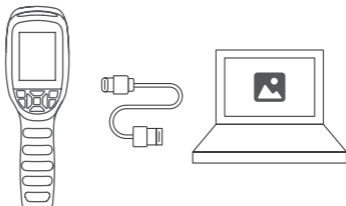

Рисунок 4.1.1
2. Подключите TC004 SE к компьютеру с помощью прилагаемого USB-кабеля (см. рис. 4.1.1).